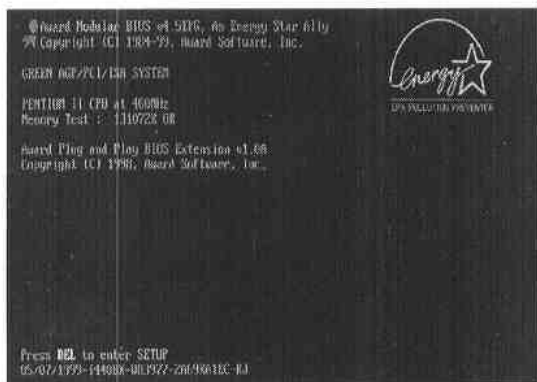

图 1-4 开机后显示能源之星画面
6. BIOS 通过显卡在屏幕上显示开机画面(原则上就是能源之星的画面),如图 1-4 所示。